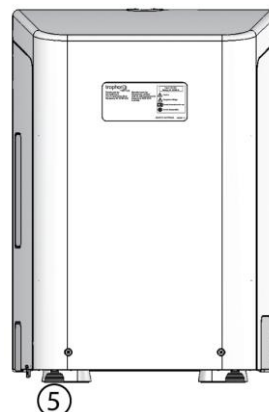

Abbildung 2
3. Drehen Sie die hinteren Füße zur waagerechten Ausrichtung rechts- oder linksherum (siehe Abbildung 2). Stellen Sie sicher, dass alle Füße vorhanden sind und nicht wackeln.